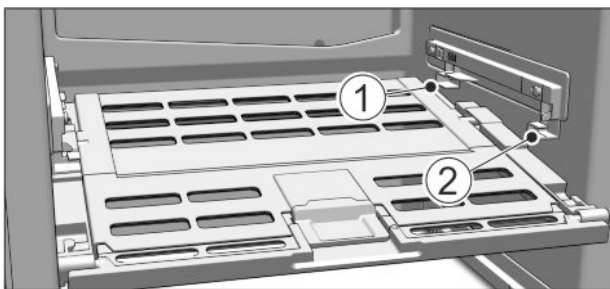

Fig. 48
- ▶ Поставяне на капака на отделението Fruit & Vegetable-Safe: Пъхнете шийките на капака отдолу в задния държач Fig. 48 (1) и фиксирайте отпред в държача Fig. 48 (2).